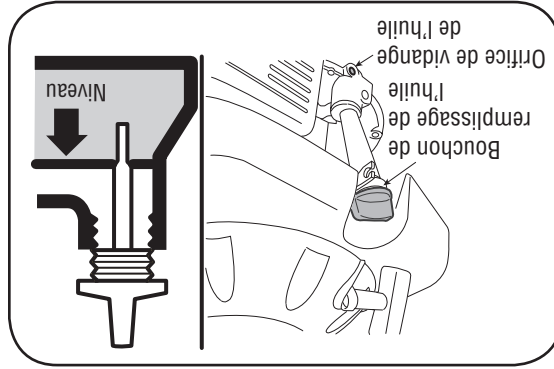

Figure 10-1
1. Enlevez le bouchon de vidange et laissez l'huile s'écouler dans un récipient approprié. Voir la Figure 10-1.
3. Faites le plein avec l'huile recommandée (voir le chapitre Utilisation) et vérifiez le niveau d'huile. Voir la Figure 10-1.